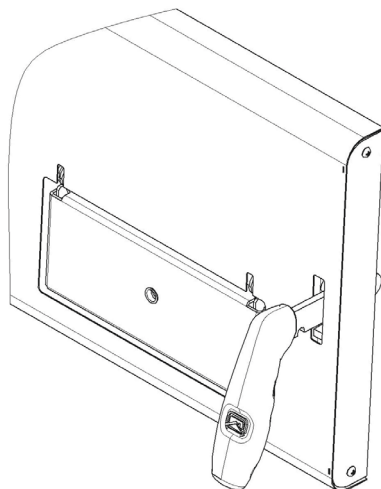

Рисунок 6.4
4. Смонтировать планку декора рис. 6.4